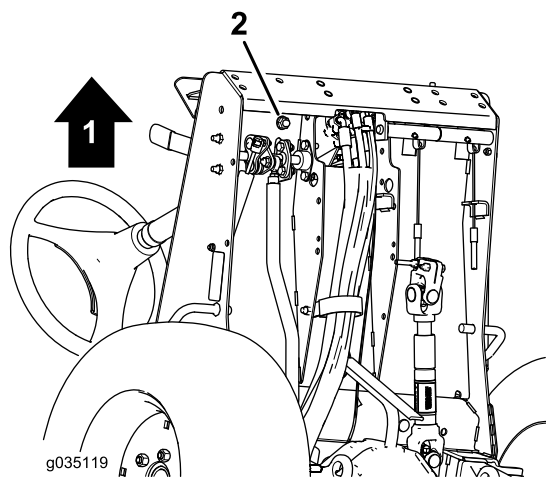

Figura 81
- B. Afloje la contratuerca situada por debajo de la chapa del reposapiés (Figura 81).
- F. Mientras sujeta el tope del pedal de tracción, apriete la contratuerca situada debajo de la placa del reposapiés (Figura 80y Figura 81) a 37–45 N m.